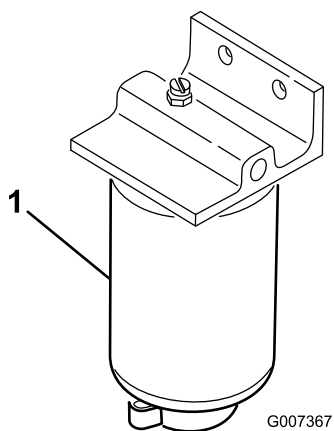

Figure 35
3. Dévissez le bouchon de vidange situé sur le filtre à carburant d'environ un tour et vidangez l'eau éventuellement accumulée (Figure 35).